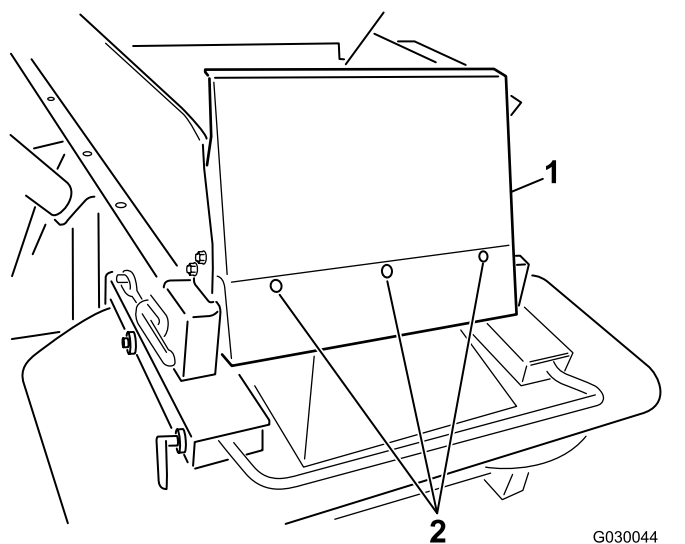

Figura 7
6. Montate la protezione della tramoggia utilizzando i bulloni a testa tonda ($\frac{1}{4} \times \frac{5}{8}$ ") e i dadi di bloccaggio in nylon in dotazione (Figura 7).